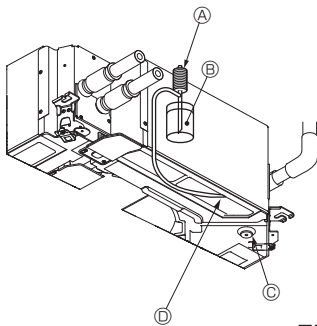

Fig. 7-5
7.4. Kontrolle der Entleerung (Fig. 7-5)